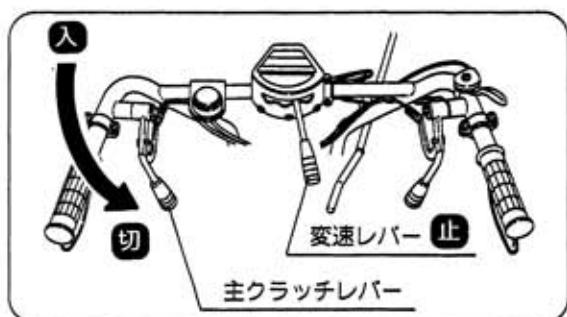

図33
- ⑤変速レバーを低速に入れ、主クラッチレバーを〔入〕位置にして発進します。周囲の安全を確認して徐々に運転者の能力にあった運転をしてください。決して最初から無理な運転はしないでください。(図33)